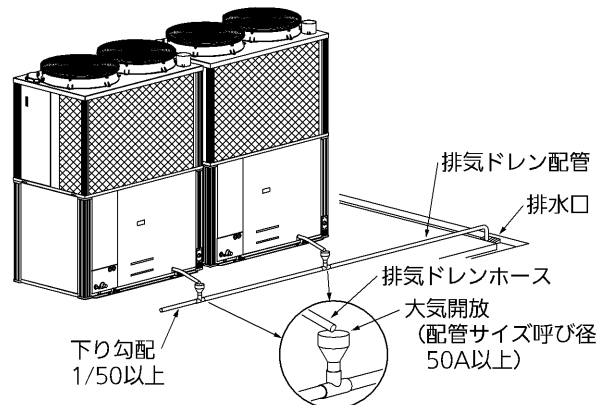

図14：排気ドレンを排水口に接続する場合
- 室外ユニットを屋上に設置する場合、図14のように排気ドレンは排気ドレン配管を延長して、排水口に排出してください。